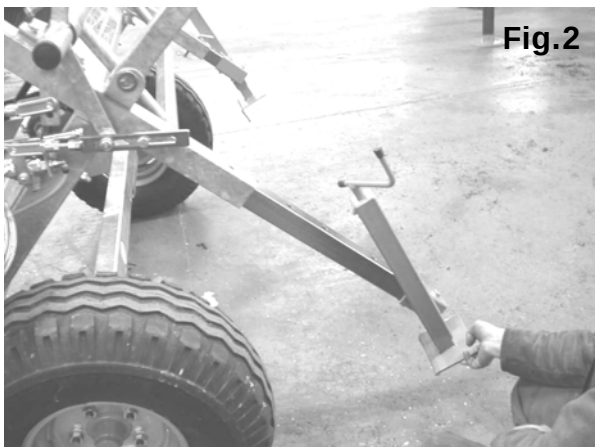

Fig.2
5. Piedi di ancoraggio meccanici * (fig.2)
5. Mechanical-hydraulic anchor feet * (fig.2)